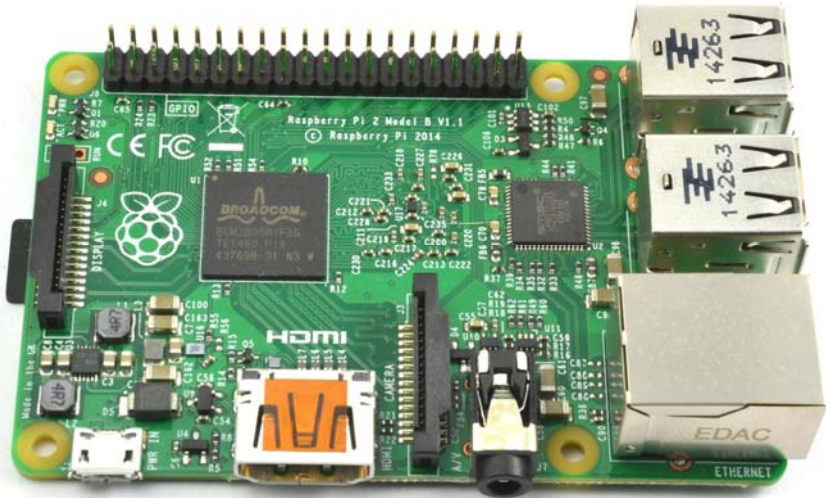

Рис. 1.1. Raspberry Pi 2
Если вы новичок в области электроники, но свободно обращаетесь с компьютером, Raspberry Pi покажется вам более привычным устройством. И в самом деле — Raspberry Pi (рис. 1.1) представляет собой уменьшенную версию материнской платы обычного компьютера с операционной системой Linux. На этой плате имеются USB-порты для подключения клавиатуры и мыши, аудиовыход и видеовыход HDMI для подключения к монитору или телевизору. Кроме того, плата Raspberry Pi оборудована Ethernet-портом для подключения к сети, она также совместима с USB-адаптерами Wi-Fi. Энергия на плату подается через разъем Micro-USB.
- ◆ несет два ряда универсальных контактов для ввода/вывода (GPIO¹), позволяющих подключать электронные устройства непосредственно к плате (эти контакты хорошо заметны на рис. 1.1, слева вверху). Через выходы GPIO можно управлять светодиодами, дисплеями, двигателями — в общем, самыми разными устройствами вывода, о которых пойдет речь в этой книге далее.